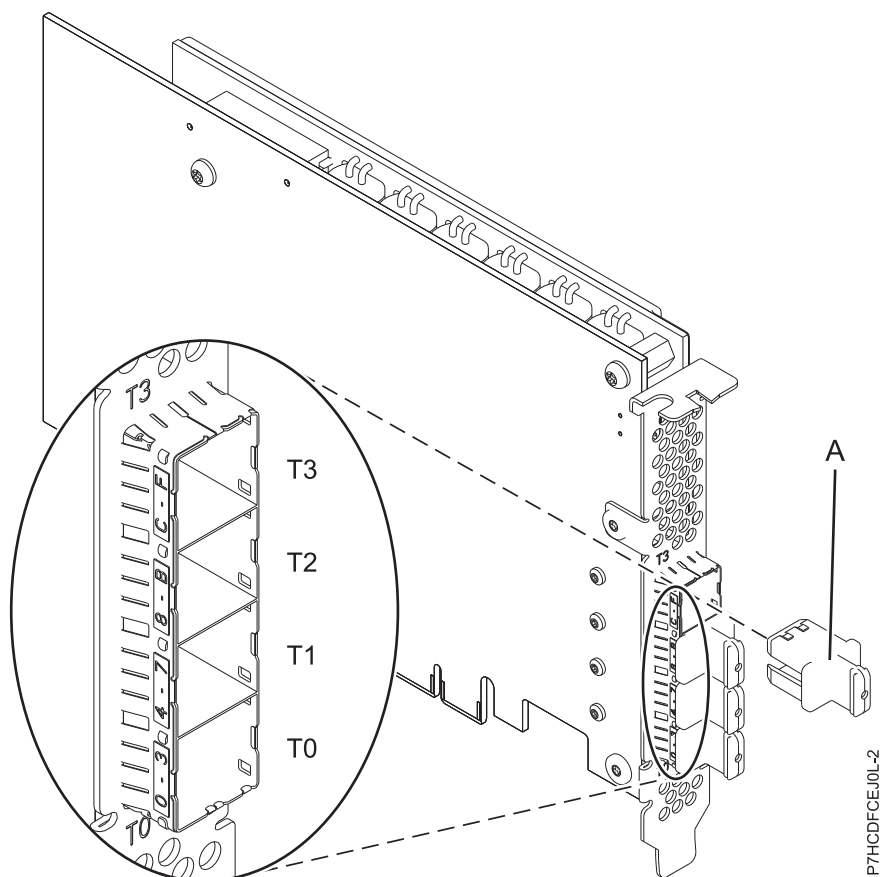

Figure 73. Carte PCIe3 avec cache RAID SAS de 12 Go, 6 Gb.
La figure 73, à la page 227 présente la carte PCIe3 avec cache RAID SAS de 12 Go, quatre ports, 6 Gb. Le capuchon du connecteur (A) est installé dans un port vide et empêche que ce port ne soit endommagé lorsqu'un câble d'un connecteur de port adjacent est branché ou retiré.
La carte FC EJ0L est une carte courte, de largeur simple, pleine hauteur. La figure 73 présente la carte FC EJ0L. Chaque carte FC EJ0L requiert la présence d'une autre carte FC EJ0L sur ce serveur, ou sur un autre serveur, pour opérer en paire avec la carte SAS RAID et activer la fonctionnalité de cache et les autres fonctions haute disponibilité, multi-initiateurs (adaptateur d'E-S de stockage double). Les performances optimales sont obtenues lorsque plusieurs grappes RAID sont configurées et optimisées sous une paire de cartes dans une configuration haute disponibilité, multi-initiateurs (adaptateur d'E-S de stockage double), laquelle permet un mode d'opération Actif-Actif.